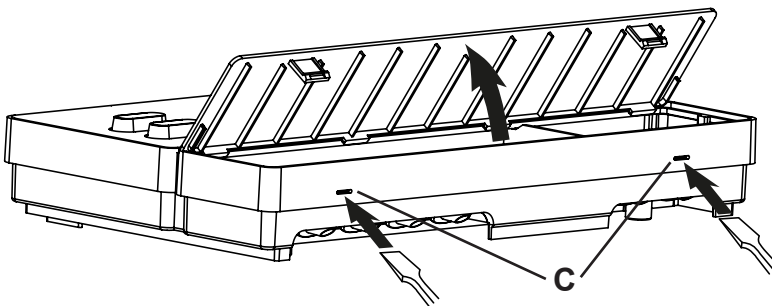

Bild2 Ta av locket
2. Tryck in klämläsen **C** med en skruvmejsel och ta av locket (se Abb.2).